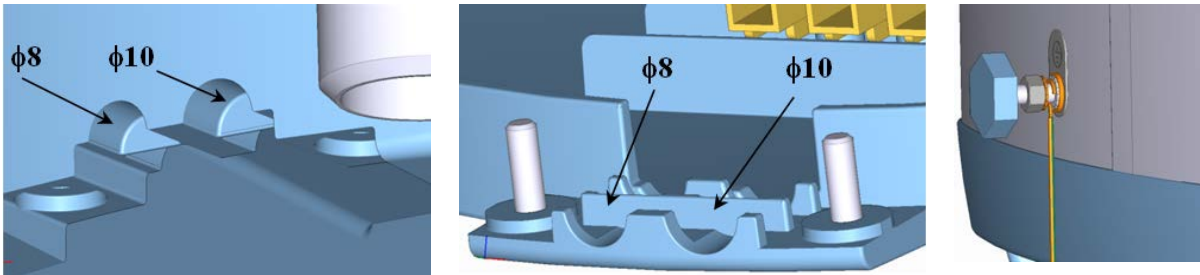
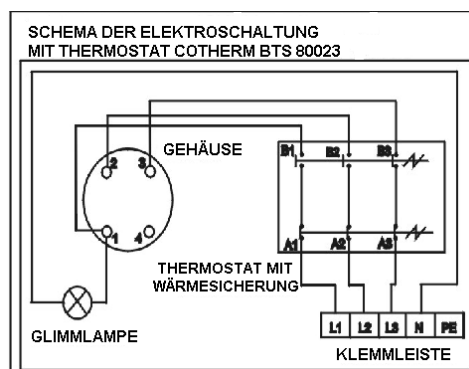
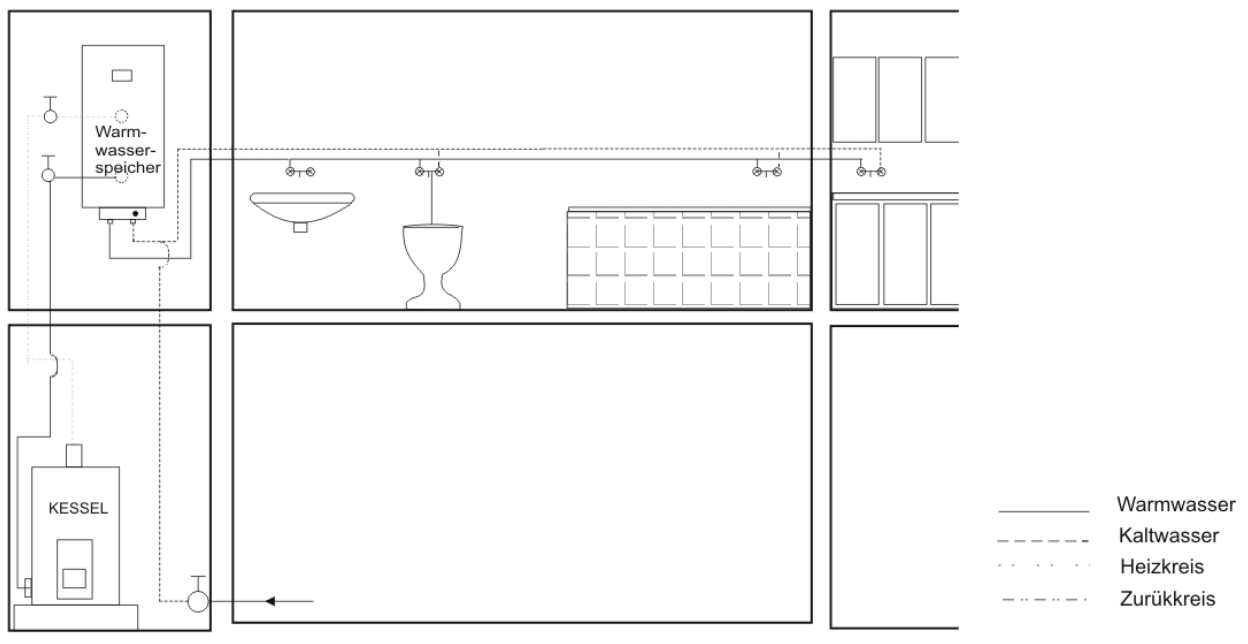

Bild 4
Bild 5
Bild 6
Der Anschluss der Warmwassergeräte an die Wasserinstallationen ist auf dem Bild 4, Bild 6 dargestellt. Um den Warmwasserspeicher eventuellen abmontieren zu können, sind an den Brauchwasserzulauf und -auslass Verschraubungen Js 3/4" zu montieren. Das Sicherheitsventil wird an den mit dem blauen Ring gekennzeichneten Kaltwasserzulauf montiert.
Der Anschluss ist gemäß des Anschlussschemas durchzuführen. Die im Werk vorgenommene Schaltung darf nicht geändert werden! (Bild 5) In der Abdeckung der Elektroinstallation ist die Trennscheibe zu entfernen, die dem Durchmesser der Zuleitung $\phi 8$ oder $\phi 10$ (Bild 4) entspricht. Die Schutzart der elektrischen Teile des Warmwasserspeichers ist IP 44. Leistungsbedarf elektrischen Körpers beträgt 4000 W.
- Das Schema des Elektroanschlusses ist dem Wassererhitzer am Gehäuse der Elektroinstallation (Bild 5) beigelegt.